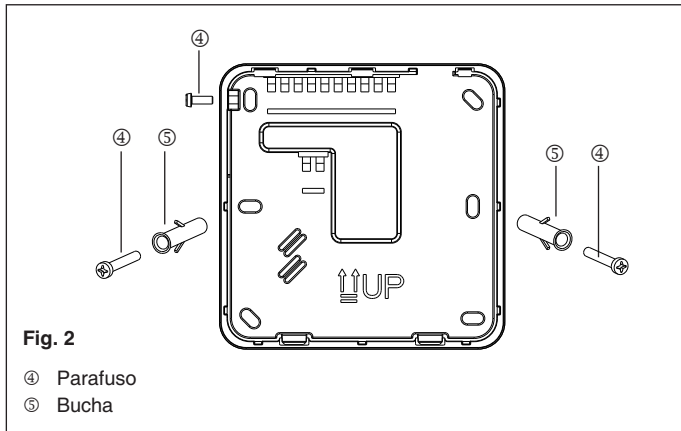

Fig. 2
- Retire o parafuso de bloqueio no lado superior esquerdo para separar a unidade do controlo (Fig. 2). Fixe a unidade na parede e marque os orifícios para perfuração.
- Fixe o comando de parede utilizando as buchas específicas ⑤.
- Feche de novo o comando com a sua tampa por meio do parafusoremovido anteriormente (Fig. 2).